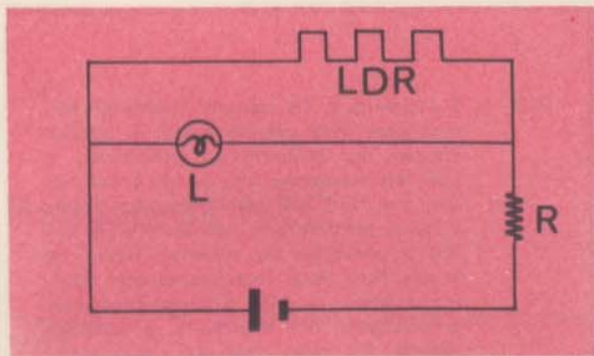

figura 18
- E15** — Pode-se construir um circuito em que uma lâmpada acende automaticamente quando escuro, segundo o circuito da figura 18. Explique como funciona este mecanismo.